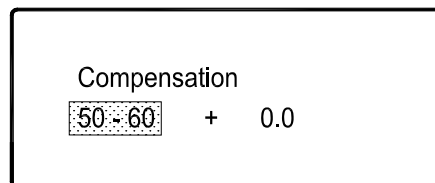

图 2
试样最小厚度与材料硬度及所用标尺存在附图 2、附图 3 关系图。
附图 2 用金刚石圆锥压头试验 (HRA、HRC、HRD)
5. 按“ ”、“ ”将光标移到要修正的硬度标尺上，如到“HRC”上，然后按“ENTER”确认，此时出现图 2 画面。
6. 按“ ”、“ ”选择要修正硬度范围段，如在图 2 中按“ ”直到“ 50-60 ”变为“ 60-70 ”，然后按“ ENTER ”确认。此时光标移到“ + ”上。